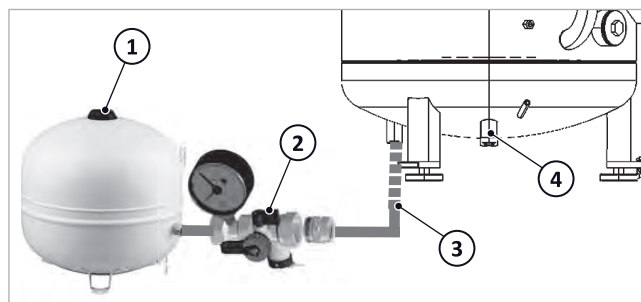

Fig. 4: MAG con gruppo di collegamento per SolvisBen
SolvisBen può essere ampliato con un impianto solare termico. Internamente dispone già di uno stratificatore solare → fig. 4 (4) per la stratificazione ottimale dell'energia termica solare nell'accumulatore, e di tutte le funzioni di regolazione per la regolazione del sistema in modalità solare.